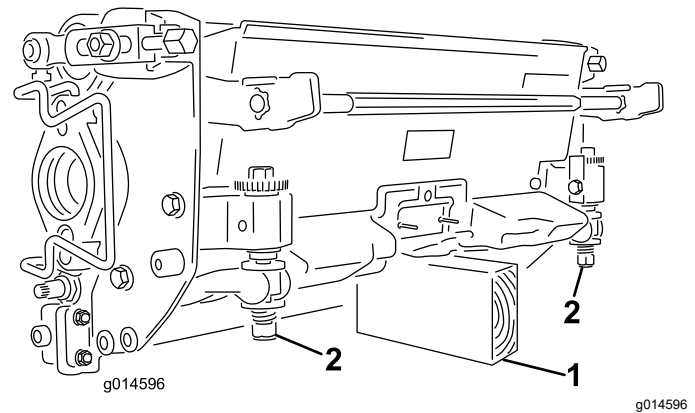

Figure 68
**Important:** Chaque fois que vous devez basculer l'unité de coupe, soutenez-la à l'arrière pour empêcher les écrous situés sur les vis de réglage de la barre d'appui de reposer sur la surface de travail (Figure 68).